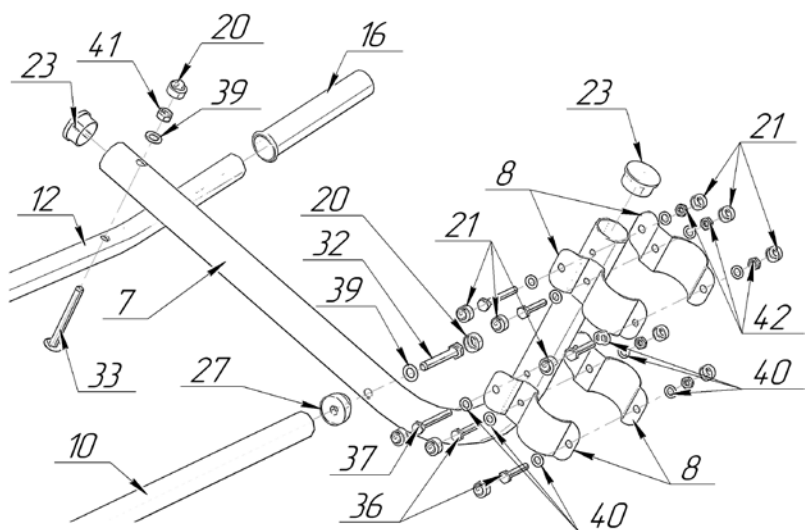

Рис. 5 – Сборка регулируемого по высоте турника.
- 4.5. Установите рамы турника (7) при помощи металлических хомутов на нужной высоте под рост ребенка, используя болты М6х30 (36), М6х45 (37), шайбы Ø6 мм (40), и гайки М6 (42). (см. рис. 5).